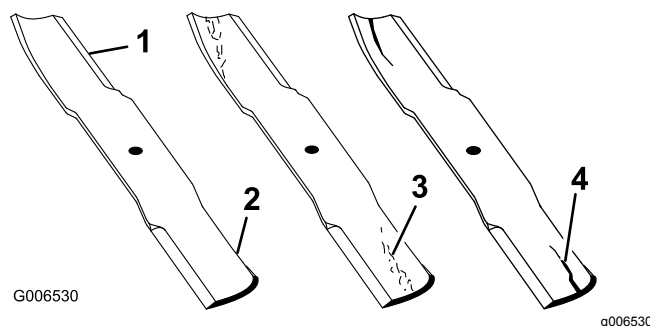

Figure 89
1. Examinez le tranchant des lames (Figure 89).
4. Remplacez immédiatement toute lame fendue, usée ou qui présente une entaille (Figure 89).